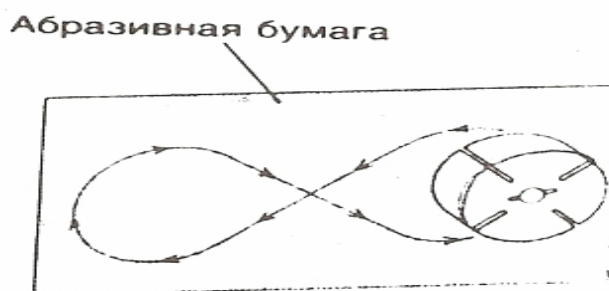

Рис. 16 Зачистка ротора абразивной бумагой
16. Установите вентилятор (см. рис. 16).
15. Четыре раза проведите ротором по бумаге без нажима, описывая фигуры типа восьмерки (см. рис. 16).